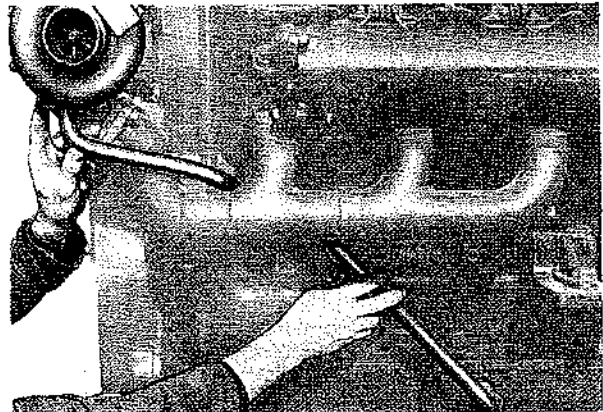

Fig. 98
- Tubo ritorno olio interponendo la guarnizione sulla flangia lato compressore e guarnizione in rame sul raccordo coppa olio (Fig. 98). Versare olio nel corpo del turbocompressore per assicurare la lubrificazione del rotore nei primi istanti di funzionamento.